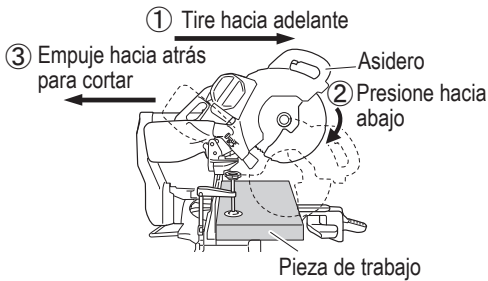

Fig. 28
A continuación, presione hacia abajo la empuñadura y deslice la hoja de sierra hacia atrás para cortar la pieza de trabajo como se indica en la Fig. 28. Esto facilitará el corte de piezas de trabajo de hasta 4-3/16" (107 mm) de altura y 12-1/4" (312 mm) de anchura.
- Para el corte deslizante, siga los procedimientos indicados en la Fig. 28 anterior. El corte deslizante hacia adelante (hacia el operador) es muy peligroso porque la hoja de sierra puede salir despedida de la pieza de trabajo. Por lo tanto, deslice siempre la empuñadura alejándola de usted mismo.